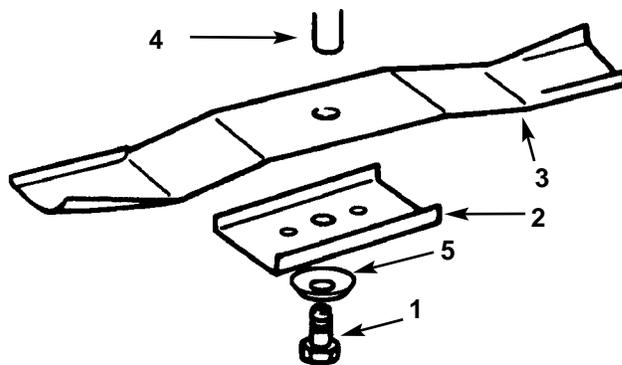

Bild 35
3. Die Schraube (5/8" Nuß), Konkavscheibe, Halteblech und Messer entfernen (Bild 35). Zum Arretieren des Messerbalkens beim Entfernen der Schraube kann sich das Einsetzen eines Holzklotzes zwischen Messerbalken und Mäherchassis empfehlen.
1. Messerbalken, Halblech, Konkavscheibe (konkave Seite zum Messerbalken) und die Messerbalkenschraube montieren (Bild 35).